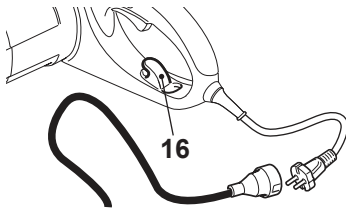

Fig. 14
- > Pliez la rallonge à environ 30 cm du bout. Faites passer la boucle dans le trou situé sur la protection arrière, puis accrochez-la sur le détendeur [16]. Tirez doucement sur le câble pour vous assurer qu'il est bien accroché à la poignée (Fig. 14 - 15).
- > Vérifiez que la poignée de frein [2] est bien désactivée (voir Fig. 14 ci-dessus).